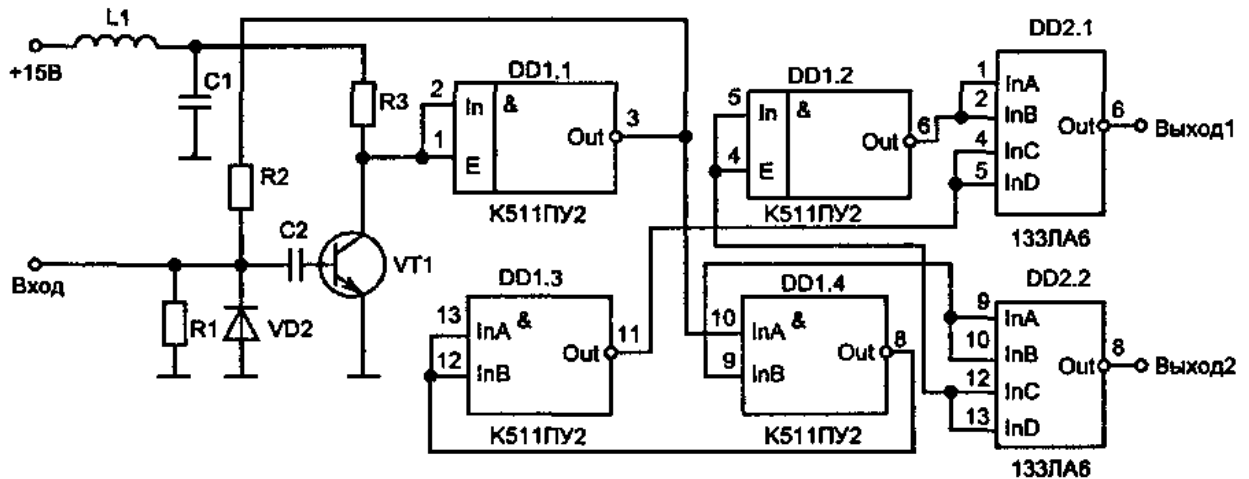

Рис. 2.1 - Учебный узел РЭС
- 3) Выполните предложенные упражнения (раздел 4) для учебного примера Рис. 2.1.